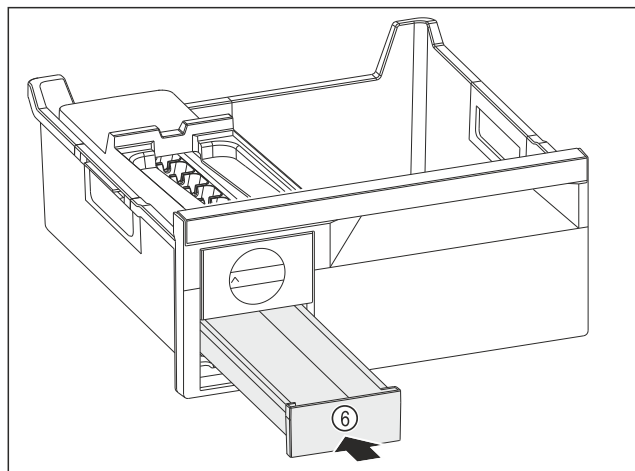

Fig. 83
- ▶ Sett inn isterningsskuffen Fig. 83 (6).